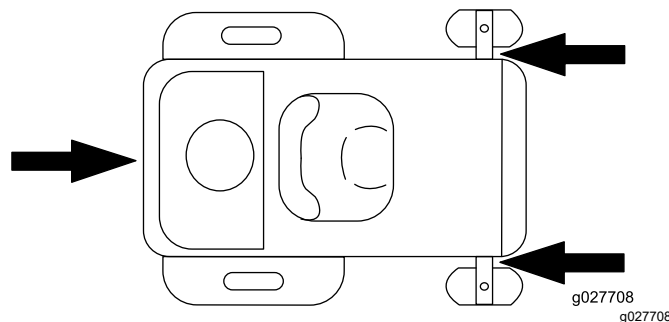

Figura 33
6. Prenda a máquina perto das rodas giratórias frontais e estrutura traseira com correias, correntes, cabos ou cordas (Figura 33). Consulte as diretrizes locais relativas a requisitos de dispositivos de fixação.